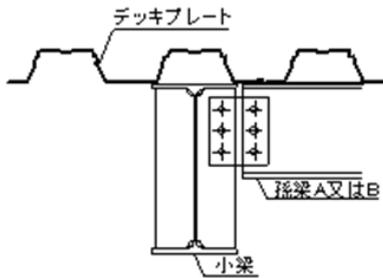

図5 小梁をデッキプレートが跨ぐ場合
- (2) 図5に示す方法とします。図5の場合、小梁は孫梁で横補剛されており、水平力の伝達、床スラブの面外への拘束の問題はありませんが、床スラブ構造としては、前項1)で施工の方がよりよい工法です。また、この場合の孫梁については、通常の小梁扱いとして、頭付きスタッド、焼抜き栓溶接または打込み鉋で施工します